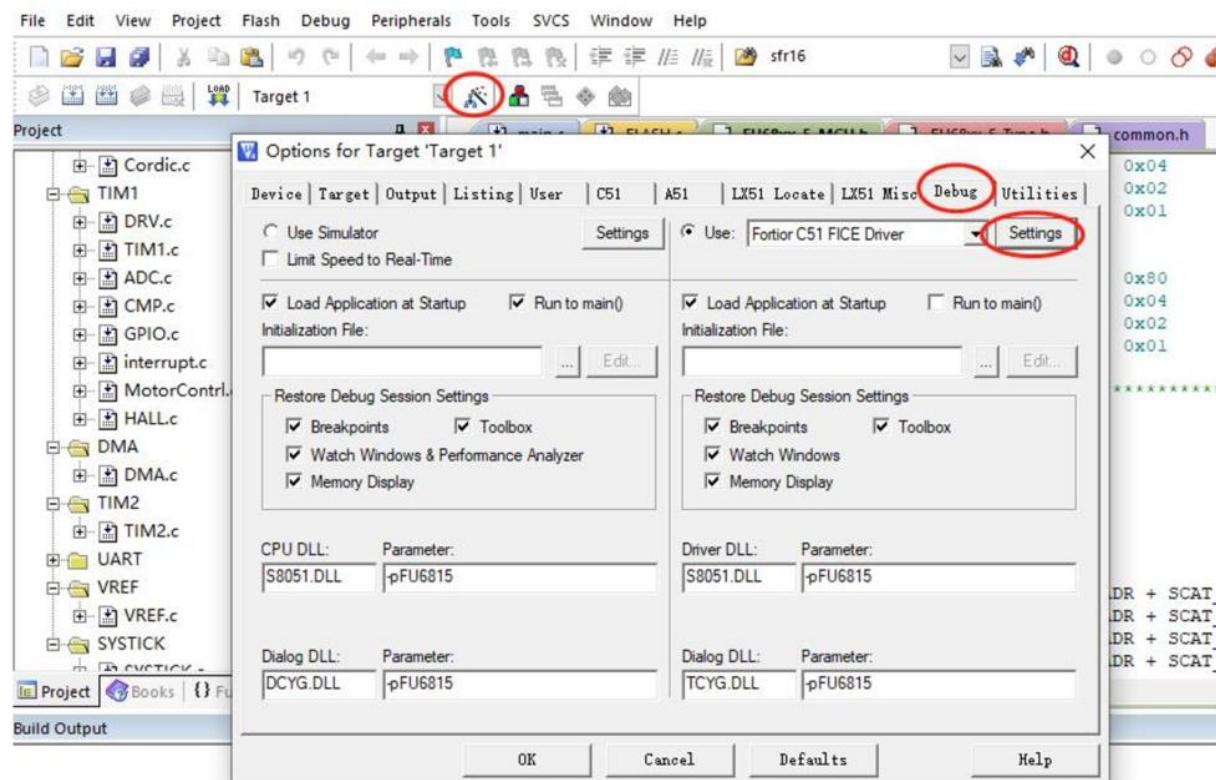

图 33-1 代码保护配置
1. 打开 8051 集成开发工具，编译前进入 Target Options 中并选择 Debug 选项卡，按照上图 33-1 所示进行选择，并点击 Settings 进入下一步设置；
格地址 0x40E4 改为 0x409A, 0x40FF 改为 0x409B; 19. 12.2.24 IAC (0x409C, 0x409D)标题、名称增加 PFC__, 表格地址 0x40E4 改为 0x409C, 0x40FF 改为 0x409D; 20. 13.2.8 FOC_TRGDLY (0x40A5)更新单/三/新单电阻采样模式电阻采样模式描述; 21. 14.2.2.2 60 度强制换相增加分段，将测位失败描述和强制换相分段; 22. 14.3.6 TIM1_IER (0x406D)[3]纠正 T1RUIE 为 T1ROIE; 23. 15.1.4 输入信号滤波和边沿检测框图、15.1.5 输入捕获模式原理框图、15.1.6 输入计数模式原理框图中 GP07 纠正为 GP10,T2SSEL 纠正为 T2SEL, 15.1.7 QEP&RSD 模式原理框图 T2SSL 纠正为 T2SSEL, 15.1.8 步进模式删除“方向改变会产生 TIM2_CR1[T2IR]中断事件标志位。”; 24. 15.2.1 TIM2_CR0 (0xA1) T2IRE 描述“步进模式: 方向改变中断使能”改为“步进模式:无意义”; 25. 21.3.7 P1_AN (0x4050)HDIO 增加类型与复位值; 26. 22 ADC 章节 ADC_SCYC 寄存器拆开成 22.4.3 DAC_CR(0x4035)、22.4.4 ADC_SCYC(0x4038)描述; 27. 22.4.15 ADC10_DR (0x0FEC,0x0FED) 表格中 ADC10_DRH(0x0FC)纠正为 ADC10_DRH(0x0FEC); 28. 29.2.2 低压检测操作说明纠正“低电压复位电压可设置为 3.0/3.5/3.8V 四个档位。”档位数为三; 29. 33.2 代码保护操作说明更新图 33-1 代码保护配置; 30. 采用数据手册标准 V7.8, 优化文档结构。